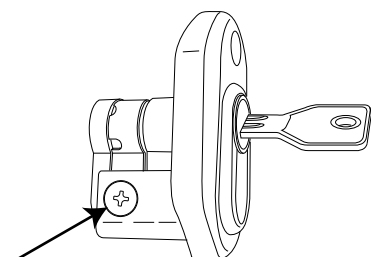
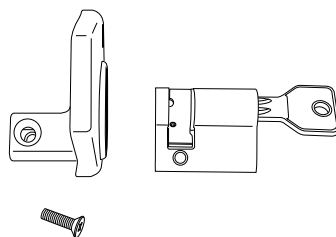

FIG. 18
FIG. 19
3. Utilizzando un cacciavite a stella PH2, svitare la vite laterale del blocco cilindro e, mantenendo la camma allineata con il cilindro, sfilare lo stesso dal blocco cilindro fig. 18 e, mantenendo la camma allineata con il cilindro, sfilare lo stesso dal blocco cilindro fig. 19;
3. By using a Phillips screwdriver PH2, screw out the cylinder block side screw and, while maintaining the cam in line with the cylinder, extract it from the cylinder block (fig. 18) extract it from the cylinder block (fig. 19);
3. A l'aide d'un tournevis étoile PH2, desserrer la vis latérale du bloc-cylindre et, en maintenant la came alignée par rapport au cylindre, retirer ce dernier du bloc-cylindre fig. 18; retirer ce dernier du bloc-cylindre fig. 19 ;
3. Utilizando un destornillador cruciforme PH2, desenrosque el tornillo lateral del bloque del cilindro y, manteniendo la leva alineada con el cilindro, extráigalo del bloque (Fig. 18); extráigalo del bloque (Fig. 19);
3. Schrauben Sie mit einem Sternschraubenzieher PH2 die seitlichen Schrauben des Zylinderblocks ab, halten Sie den Nocken weiterhin zum Zylinder gefluchtet und ziehen Sie ihn vom Zylinderblock ab, Abb. 18 gefluchtet und ziehen Sie ihn vom Zylinderblock ab, Abb. 19;
3. Draai met een kruiskopschroevendraaier PH2 de schroef aan de zijkant van het cilinderblok los. Houd de nok uitgelijnd met de cilinder en verwijder de cilinder uit het cilinderblok fig. 18 en verwijder de cilinder uit het cilinderblok fig. 19;